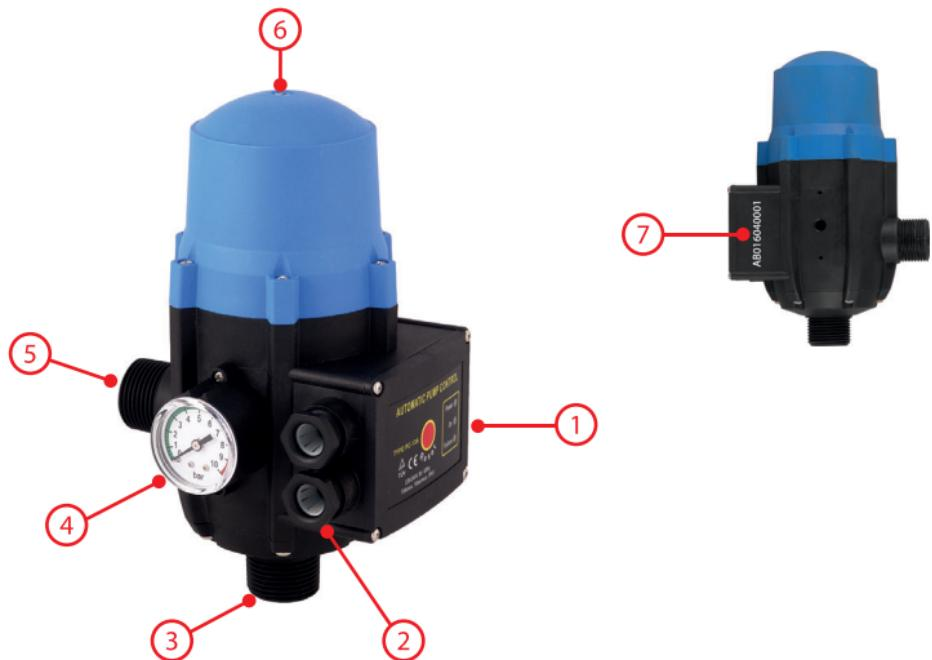

Рис. 1
5. Электрический кабель проведите через кабельные вводы (рис. 1, пункт 2) и подключите согласно электрической схеме подключения (стр. 6).
4. Если давление включения вас не устраивает, вы можете самостоятельно его отрегулировать с помощью регулировочного винта (рис. 1, пункт 6). Поворачивая регулировочный винт в сторону знака «минус» вы уменьшаете давление включения, а поворачивая регулировочный винт в сторону знака «плюс» вы увеличиваете давление включения блока автоматики.